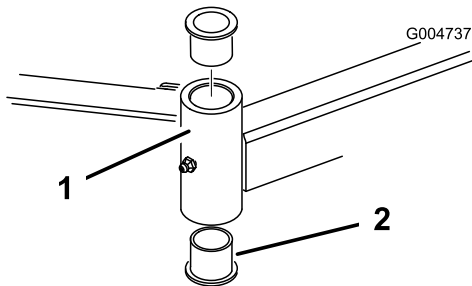

Figura 112
4. Inserte un botador fino en la parte superior o inferior del tubo de montaje y dé golpes hasta que salga el casquillo del tubo (Figura 112).